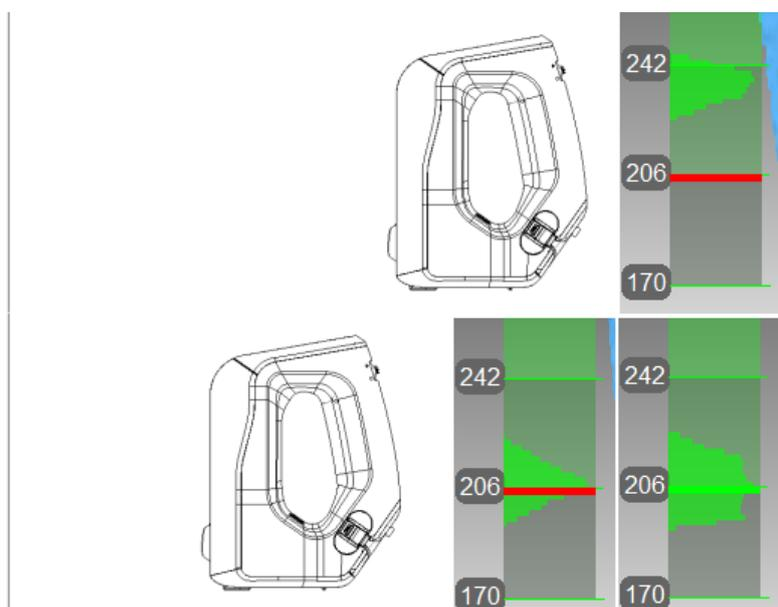

Рис. 12.4: Положение сканера Artec Spider и соответствующее расстояние на дальнотемере
7. Плавно переместите сканер по направлению к плоской поверхности так, чтобы пик гистограммы совпал с красной меткой на дальномере (см. *Рис. 12.4*).